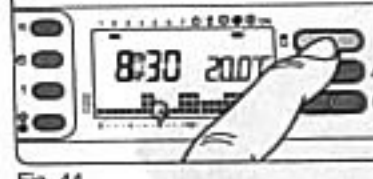

Fig. 44
**8.7** - Terminata la programmazione, per ritornare immediatamente al giorno e all'ora in corso premere il pulsante **0**; in ogni caso, questo avviene automaticamente dopo 10 s dall'ultima manovra (fig. 44).